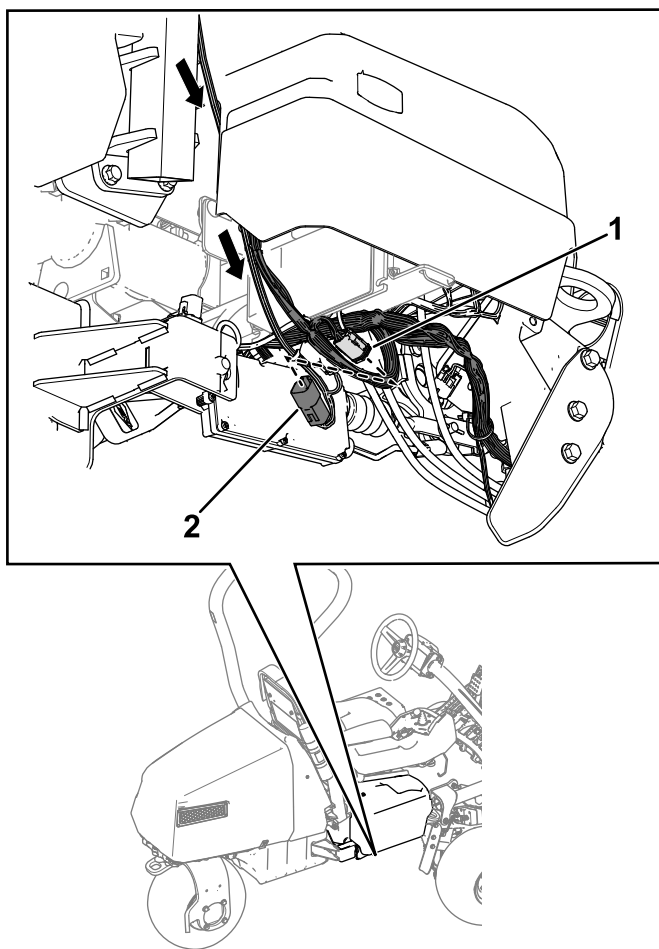

**Figure 13**
3. Branchez le connecteur étiqueté P02 du faisceau de câblage du dispositif télématique sur le dispositif télématique (Figure 13).